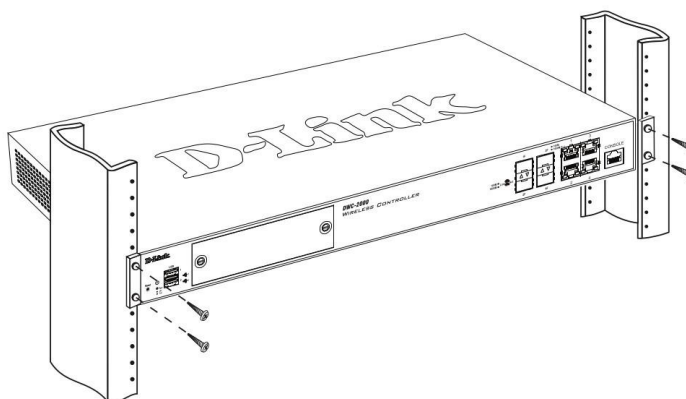

Рис.6
2. С помощью винтов закрепите устройство в стойке, как показано на рис.6.